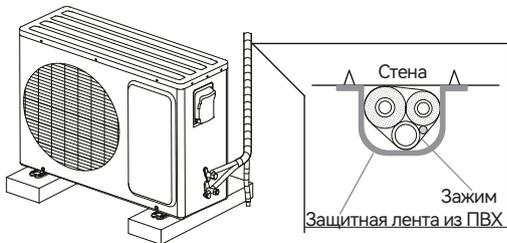

Рис.13
- Подключите соединительные провода устройства отдельно к соответствующим клеммам. (Рис. 13)